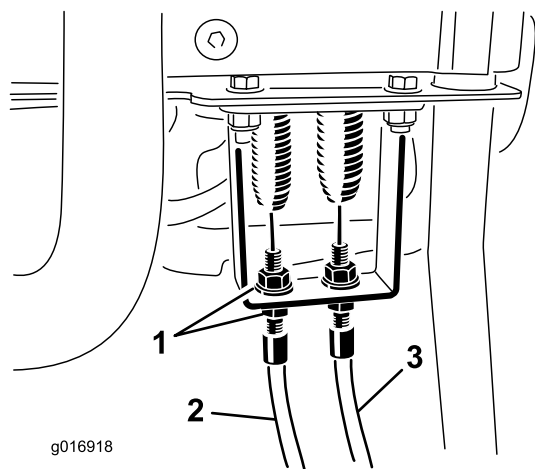
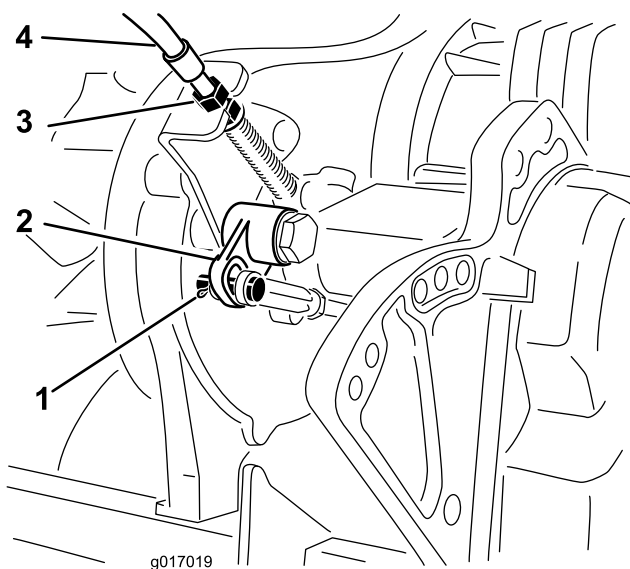

Figura 45
Figura 46
2. Verificate l'eventuale allentamento del cavo di controllo trazione alla molla di prolunga (Figura 45). In caso di effettivo allentamento, regolate i controdadi sulla paratia (Figura 46) per tendere il cavo senza allungare la molla.
4. Togliete la coppiglia e il perni con testa che fissano il perno con testa dell'asta della leva a squadra alla leva della leva a squadra. Scollegate il perno con la testa dalla leva della leva a squadra (Figura 46).
7. Sulla paratia di trasmissione (Figura 46), regolate i controdadi del cavo in modo da ridurre la distanza alla leva a squadra adeguandola alla modifica precedente.
8. Durante la regolazione del cavo sulla paratia della plancia, regolate i controdadi del cavo in modo da eliminarne l'eventuale allentamento senza allungare la molla (Figura 45).
3. Sulla paratia della maniglia di comando, allentate il cavo di comando del cilindro in modo da creare un imbando (Figura 45).